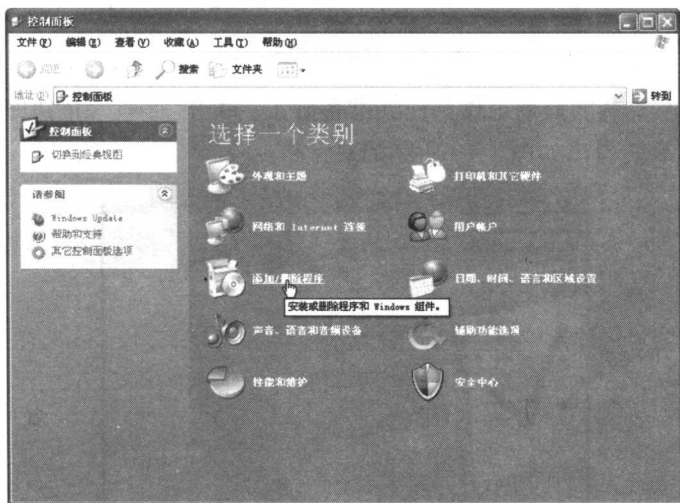

图 1-13 打开控制面板
■步骤 1: 打开控制面板, 在控制面板中单击“添加/删除程序”, 如图 1-13 所示。